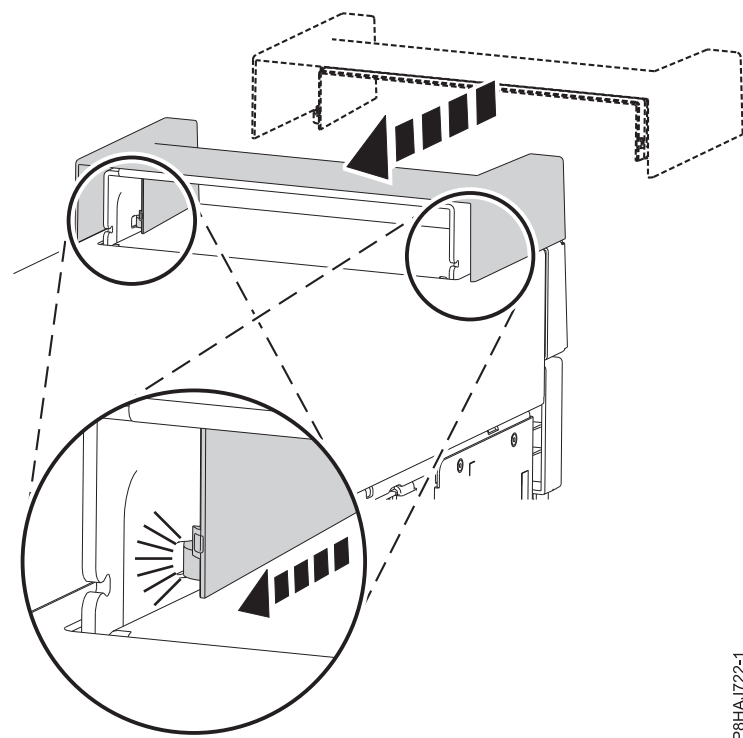

Figure 66. Mise en place de la poignée sur un système autonome 8286-41A
1. Fixez la poignée à la station d'accueil RDX interne (FC EUA3) en la faisant coulisser vers l'arrière du système. Voir figure 66.